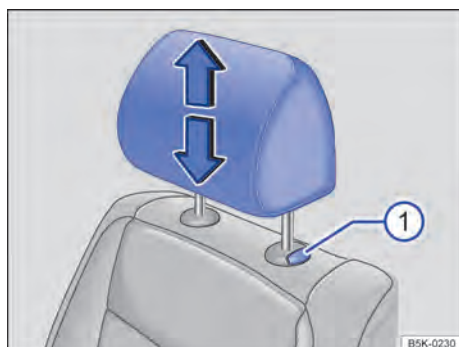
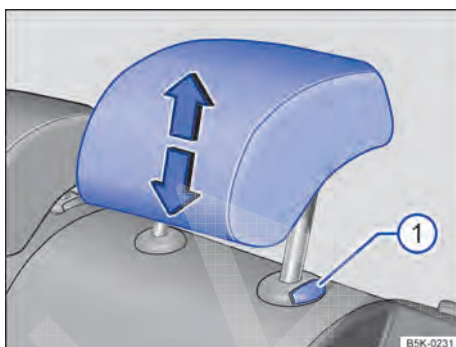

Fig. 49 Ajustar o apoio para cabeça dianteiro.
Fig. 50 Ajustar o apoio para cabeça traseiro.
- Empurrar o apoio para cabeça para cima no sentido da seta ou, com o botão → Fig. 49 ① ou → Fig. 50 ① pressionado, empurrar para baixo → .